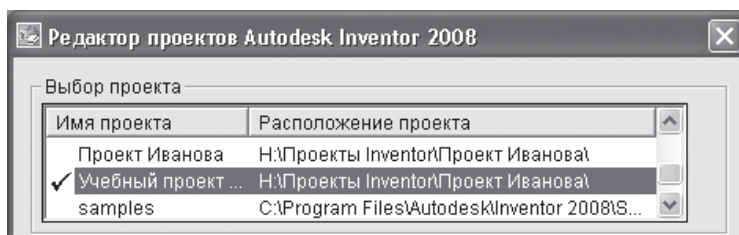

Рис. 1.9
1. Дважды щелкните левой клавишей мыши на строке **Учебный проект Иванова** в списке существующих проектов, чтобы проект стал текущим (в результате в начале названия проекта появится галочка, см. рис. 1.9).